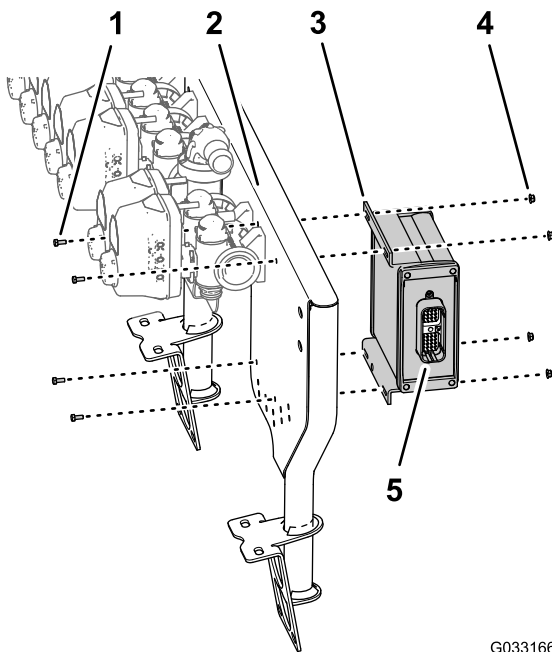

Figura 86
1. Alinhe o controlador do pulverizador no lado dianteiro da montagem da válvula com o conector de 40 pinos para fora (Figura 86).
- Monte o controlador do pulverizador na montagem da válvula (Figura 86) com os quatro parafusos (4 x 10 mm) e as quatro porcas de bloqueio flangeadas (4 mm).